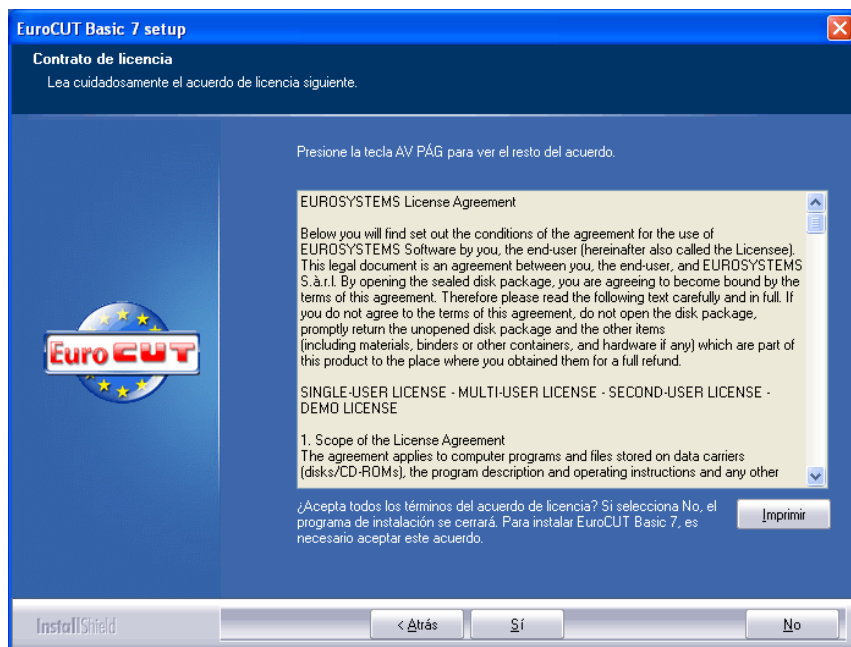

Fig. 2.1-2: Contrato de licencia de Software EUROSYSTEMS
Poner el disco compacto (CD) en la correspondiente unidad de disco. Después de poco tiempo aparecerá una ventana con el título **EUROSYSTEMS Setup**. Seleccionar EuroCUT Basic 8 del campo **Producto**. Arrancar la instalación a través del botón **Instalar**. Al confirmar las condiciones del contrato de licencia de EUROSYSTEMS (véase Fig. 2.1-2) se arrancará la instalación.